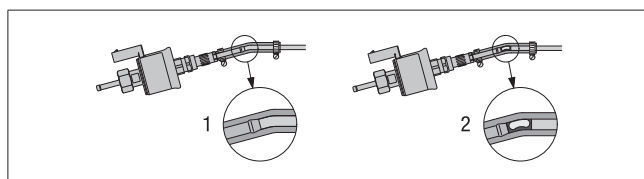

Figure 19
- Lors du raccordement des conduites de carburant entre elles ou avec la pompe de dosage de carburant, toujours monter les conduites de carburant en butée, ce qui permet d'éviter la formation de bulles, voir Figure 19.